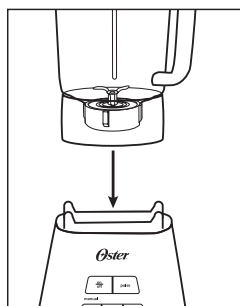

FIGURA 4
5. Coloque el vaso ensamblado sobre la base. (Figura 4)